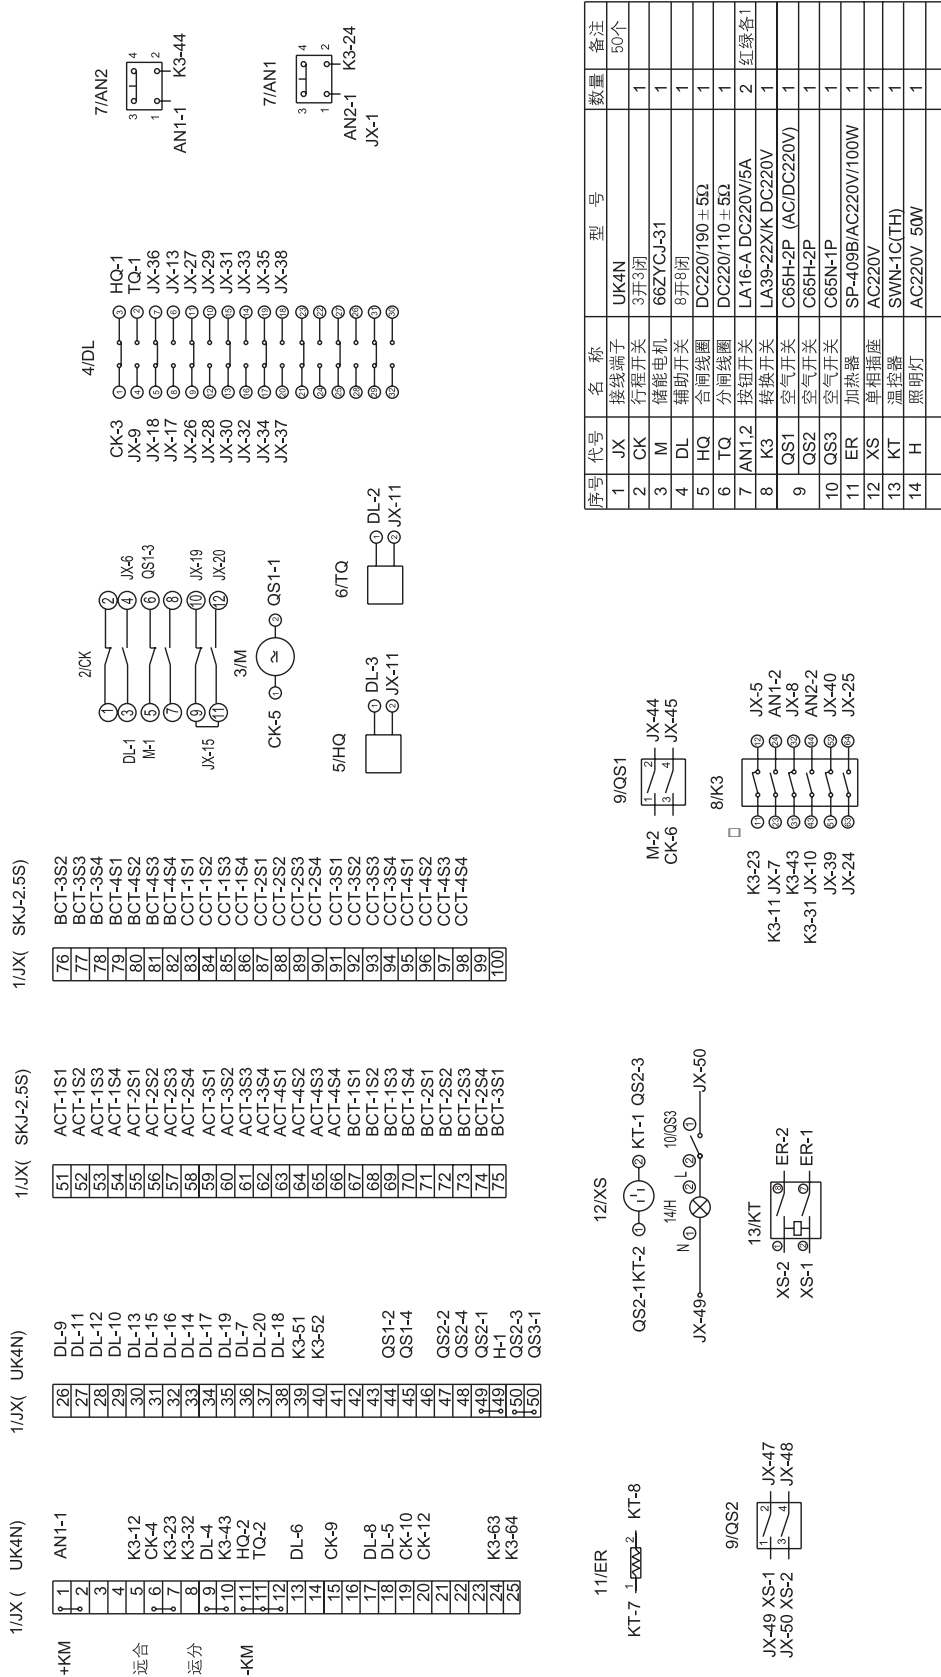
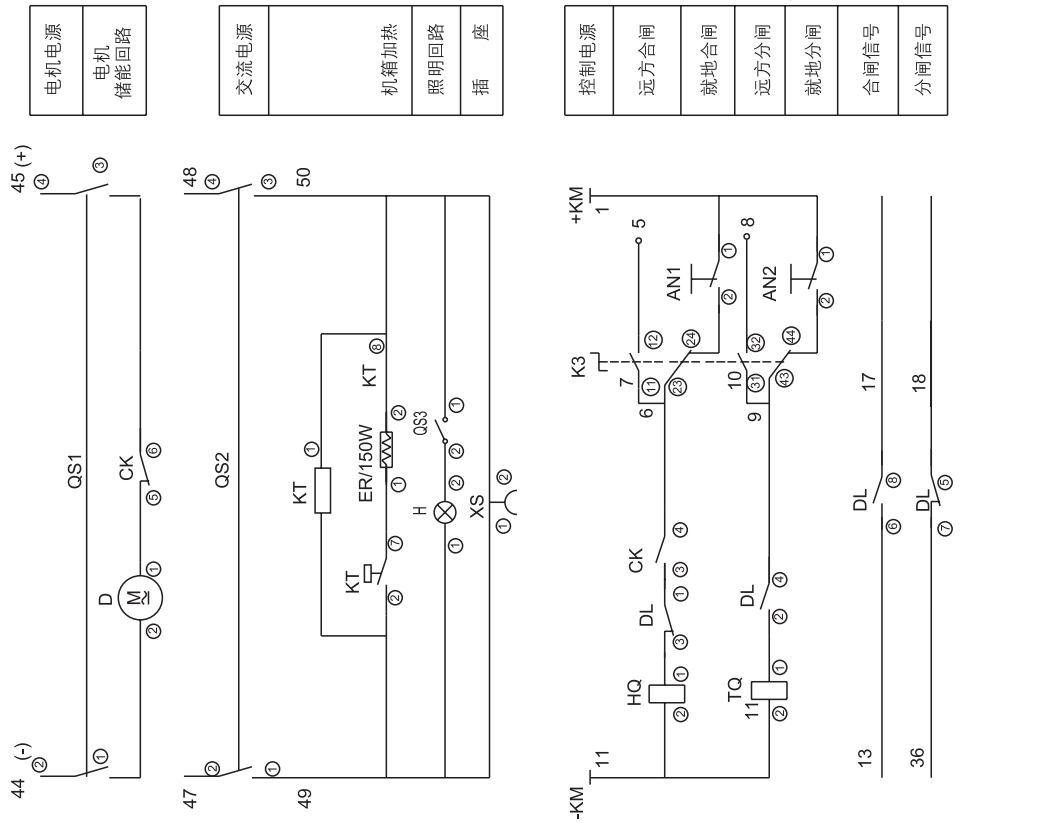
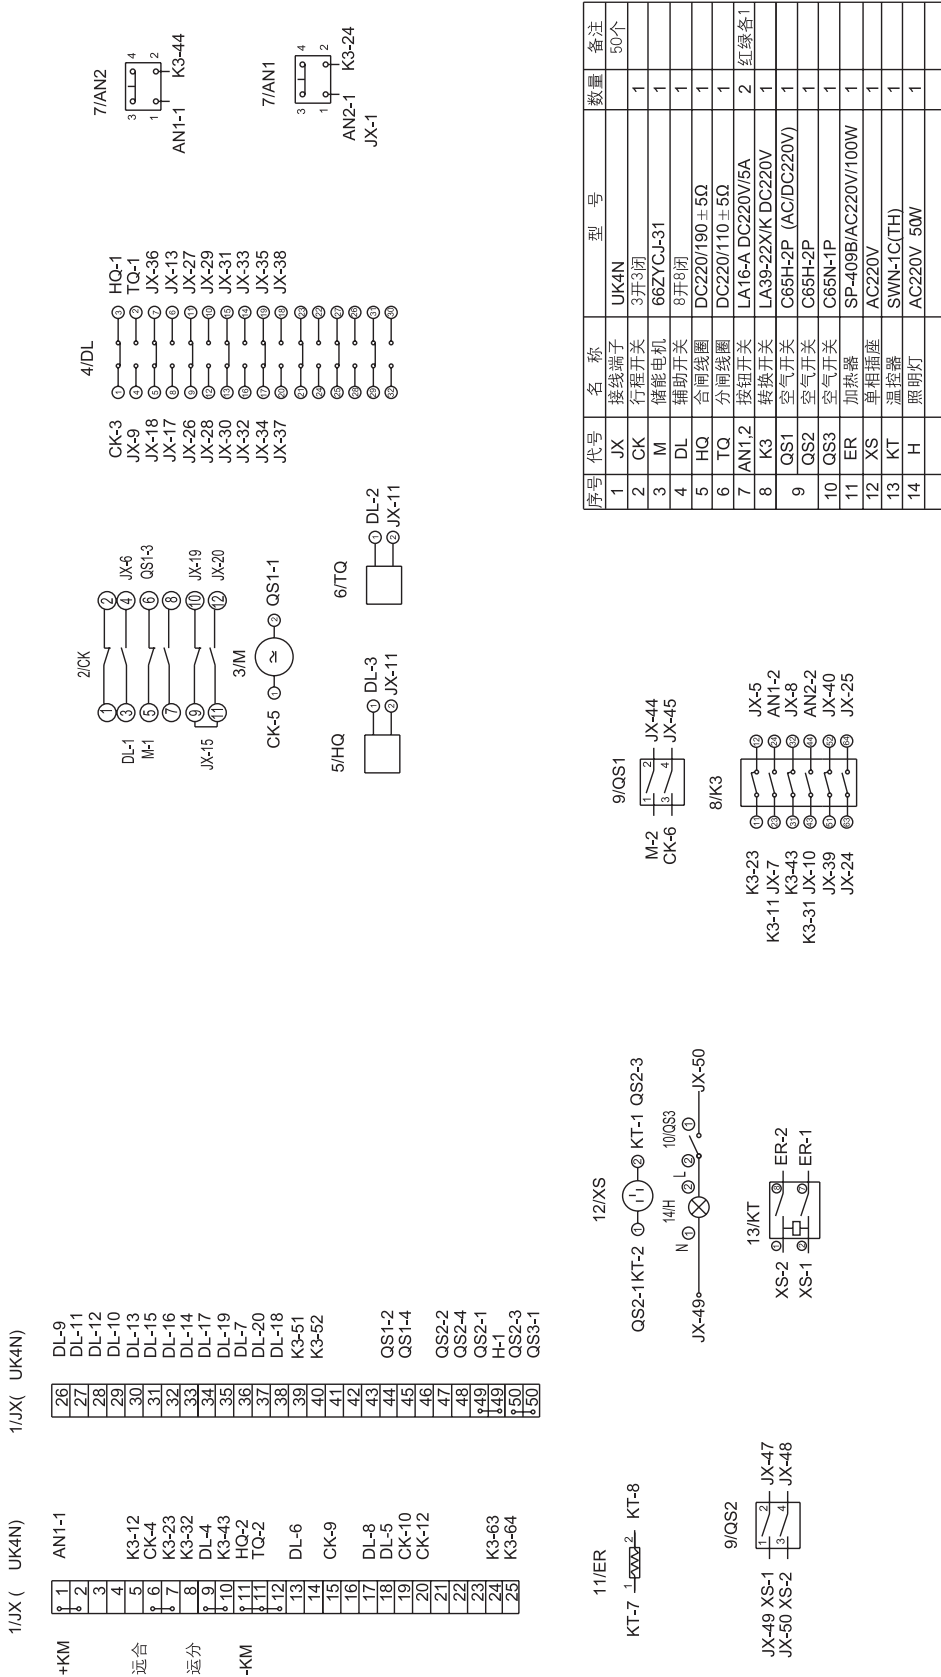

图 8 ZW39A-40.5 型真空断路器电气接线图
图 9 ZW39A-40.5 型真空断路器电气原理图(不含 CT)
图 10 ZW39A-40.5 型真空断路器电气接线图(不含 CT)
- ③ 断路器二次原理图、接线图见图 7、图 8、图 9、图 10。